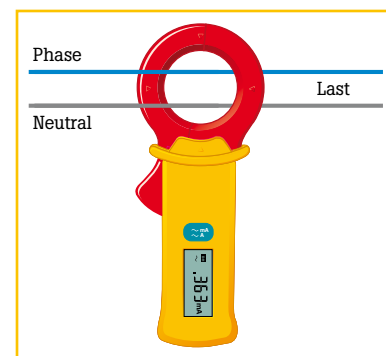

Abbildung 1
durch Messen zwischen Phase und Neutralleiter. Der angezeigte Wert spiegelt den gegen Erde (PE) fließenden Strom wider. (Siehe Abbildung 1)